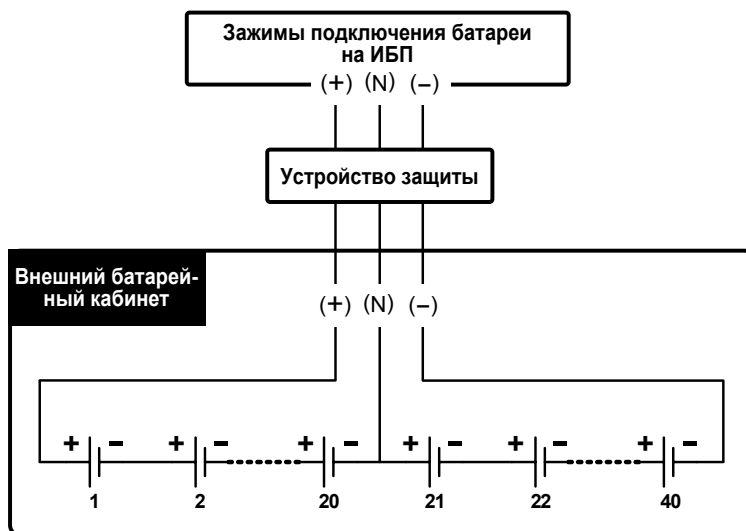

Рис. 5-16. Подключение внешнего батарейного кабинета
- Внешний батарейный кабинет по умолчанию имеет 40 аккумуляторов 12 В, включенных последовательно, причем нулевой провод кабинета следует подключить между 20^{-м} и 21^{-м} аккумуляторами. При подключении внешнего батарейного кабинета сторонних производителей следует подсоединить три кабеля к зажимам с маркировкой «+», «-» и «N» на ИБП. (см. **Рис. 5-16**).